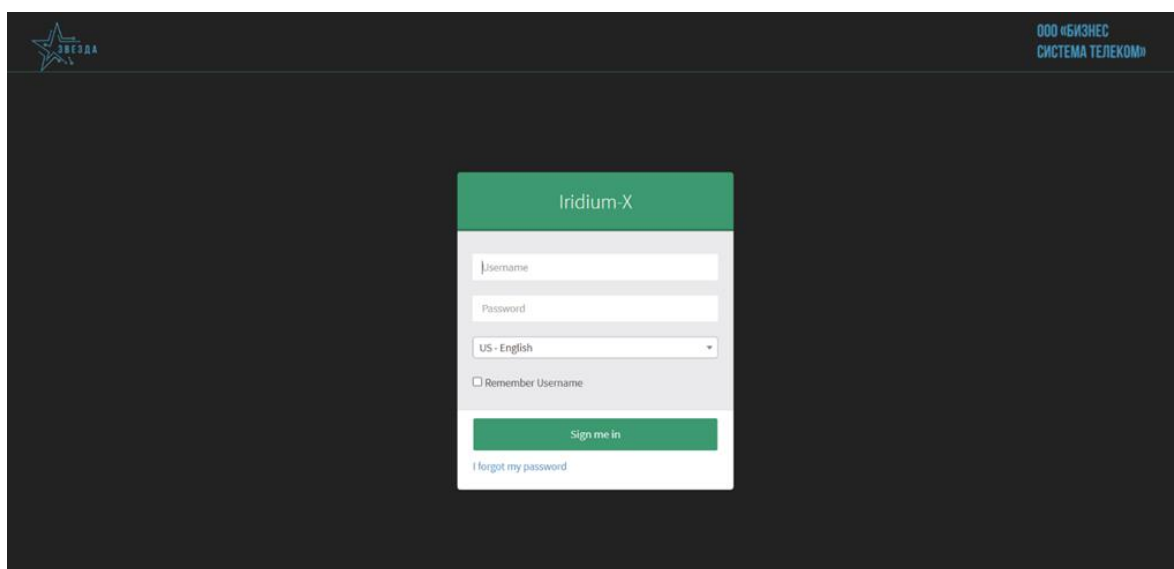

Рисунок 37 – Окно авторизации
2. Введите логин **admin** и пароль **Irdlum-x**, и нажмите клавишу **Enter** (см. Рисунок 37).